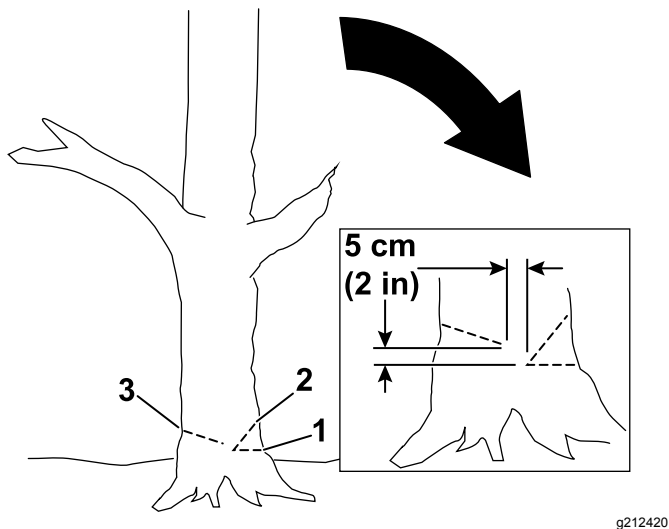

Figure 15
4. Commencez par couper le tiers du diamètre de l'arbre, du côté où vous voulez qu'il tombe (Figure 15).
5. Faites une deuxième coupe pour former une encoche, en commençant à au moins 5 cm au-dessus de la première coupe (Figure 15).
6. Faites la coupe d'abattage du côté opposé à l'encoche, à peu près 5 cm plus haut que le bas de l'encoche, comme montré à la Figure 15.
Important: Important : arrêtez la troisième coupe à une distance de 2,5 à 5 cm de l'encoche pour former une charnière entre les coupes (Figure 15), ce qui empêche l'arbre de s'abattre dans la mauvaise direction ou de changer de direction dans sa chute.
Remarque: Quand la coupe d'abattage se rapproche de la charnière (Figure 15), l'arbre devrait commencer à tomber.